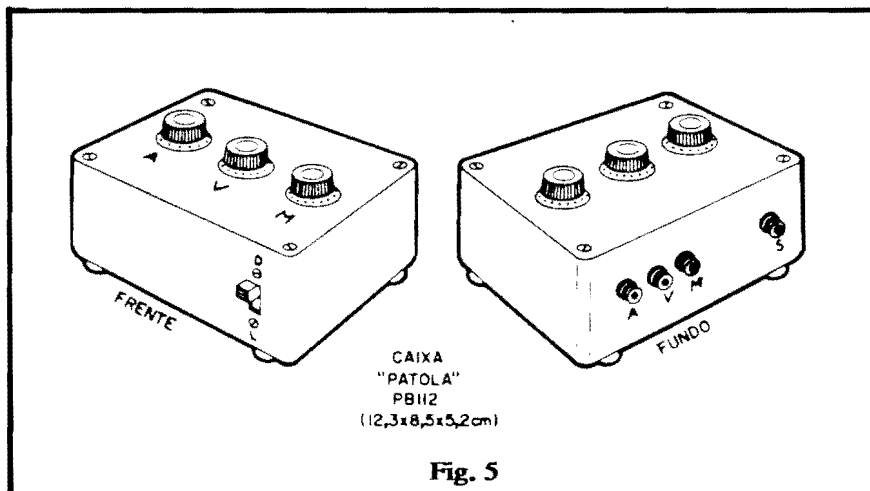

Fig. 5
- **FIG. 5** - Sugestão para o acondi-